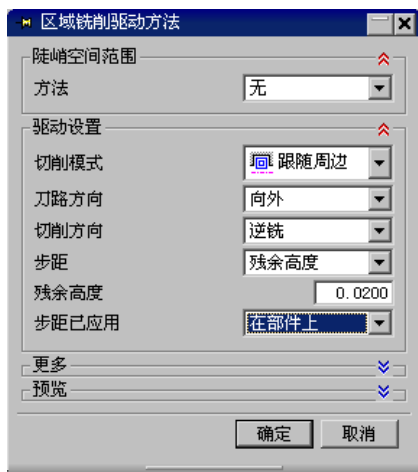

图 10.1.14 “区域铣削驱动方式”对话框
Step2. 在“区域铣削驱动方式”对话框中设置图 10.1.14 所示的参数，然后单击 **确定** 按钮，系统返回到“轮廓区域”对话框。